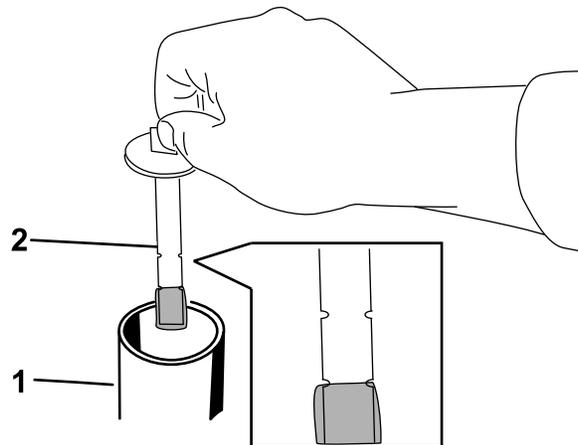

Рисунок 82
5. Снимите крышку гидравлического бака и извлеките масломерный щуп (Рисунок 82).